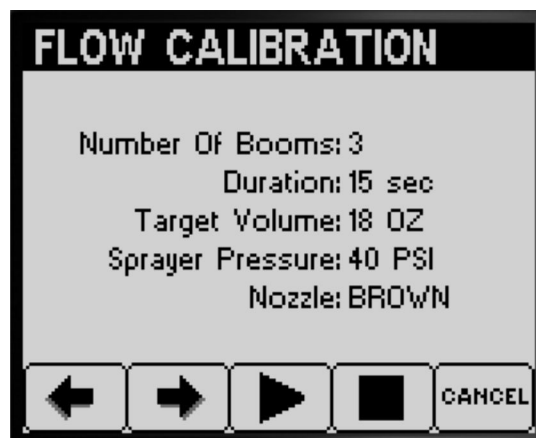

Bild 50
4. Bestätigen Sie auf dem Bildschirm „Catch Test Playback“ die Anzahl der Ausleger sowie die Düsenfarbe und drücken Sie die Taste 3, um den Fangtest zu starten (Bild 50).